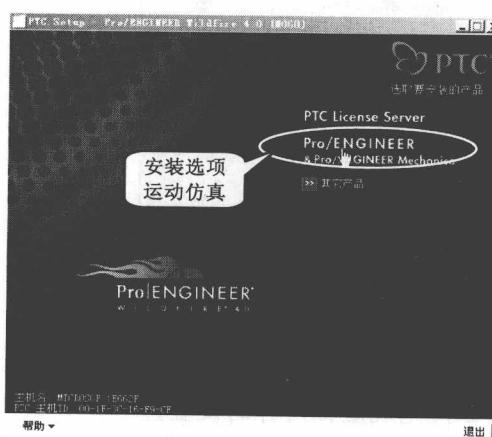
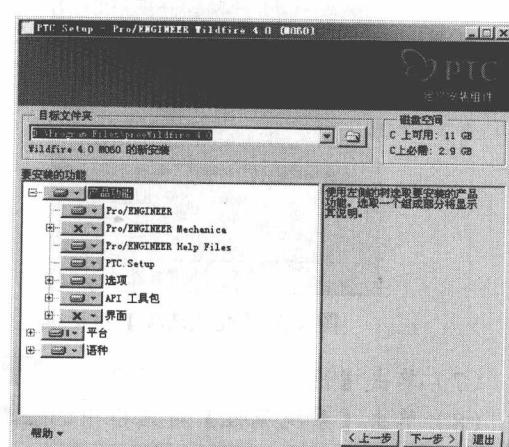

图 1-9 选择安装选项
图 1-10 选择安装目录和安装模式
- (3) 单击 **下一步 >** 按钮，进入安装选项设置页面，在其中选择要安装的产品，如图 1-9 所示。一般选取【Pro/ENGINEER & Pro/ENGINEER Mechanica】选项，鼠标单击该选项，弹出对话框，在其中设置安装目录和安装模式，如图 1-10 所示。